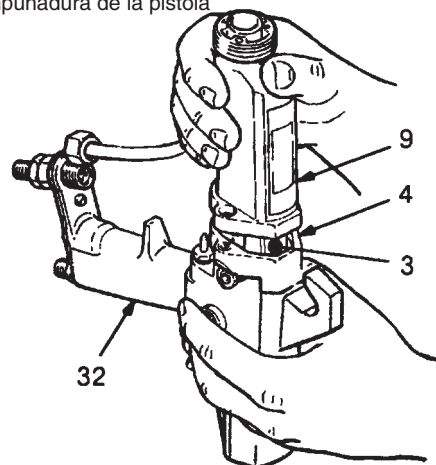

Fig. 14
6. Sujetar la empuñadura de la pistola (32) con una mano y tirar el tambor de la pistola (9), sin inclinarlo para retirarlo. Ver Fig. 14.
2. Cerciorarse de que la junta (4) esté en su sitio. Cambiarla si estuviere dañada. Colocar el tambor sobre el cartucho de energía (1) y sobre la empuñadura de la pistola (32). Ver Fig. 14.